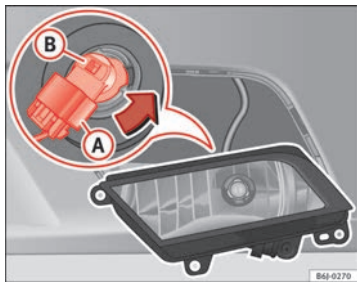

Fig. 173 Projecteur anti-brouillard
- Retirez le connecteur ⇒ fig. 173 (A) de l'ampoule.
- Tournez le support d'ampoules ⇒ fig. 173 (B) vers la gauche puis tirez.